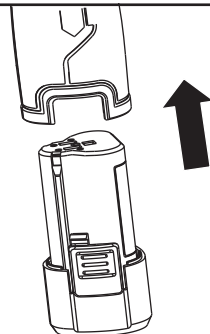

Fig. A2
C) TO INSTALL THE BATTERY PACK (See Fig. A2)